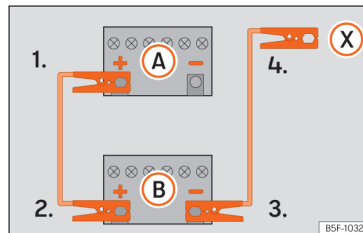

Fig. 153 Esquema de ligação para veículos sem sistema Start Stop.
2. Ligue uma extremidade do cabo *vermelho* de emergência ao polo positivo (+) do veículo com a bateria descarregada (A).
3. Ligue a outra extremidade do cabo auxiliar de arranque *vermelho* ao polo positivo (+) do veículo que fornece a corrente (B).
4. Veículos sem sistema Start-Stop: ligue uma extremidade do cabo preto de emergência ao polo negativo (-) do veículo que fornece a corrente (B) »» Fig. 153.